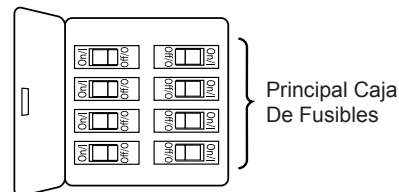

Figura 1
1. Extraiga la pieza de la bola colgante de la unidad de la bola colgante / varilla aflojando el tornillo de presión de la bola colgante hasta que la bola se libere de la varilla. Retire el pasador del barral y luego extraiga la semiesfera. Conserve el pasador y la semiesfera para su reinstalación en el Paso 6. (Figura 1)
Para evitar una posible descarga eléctrica, asegúrese de cortar la alimentación eléctrica de la caja de fusibles principal antes de colgar el ventilador. (Figura 1)
- ☐ 1. Para configurar el código de unidad del receptor. Deslice los interruptores de código a las mismas posiciones que en el transmisor. (Figura 1)